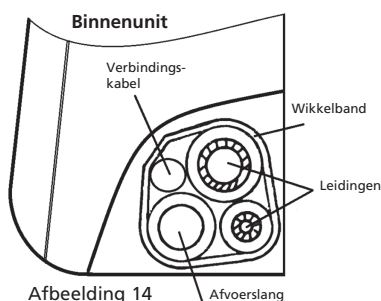

Afbeelding 13
- Binnendeel: Draai de wartelmoer eerst met de hand vast aan de leidingen van het binnendeel en draai de wartelmoer vervolgens met een steeksleutel en een mommentsleutel vast zoals getoond in Fig. 13.
- Buitendeel: Draai de wartelmoer met de hand vast aan de aansluitingen op de kranen van het buitendeel en draai de moer vervolgens met een steeksleutel en een mommentsleutel vast zoals getoond in fig. 13.